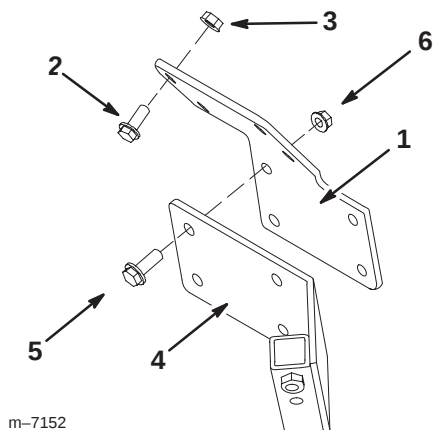

Figura 9
1. Instale la placa adaptadora en el salpicadero del Workman usando cuatro pernos (1/4 x 3/4 pulgada) y cuatro tuercas con arandela prensada (1/4 pulgada) según muestra la figura 9.